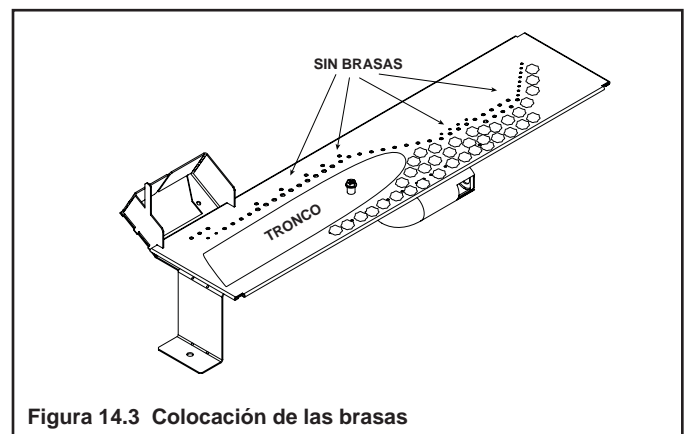

Figura 14.3 Colocación de las brasas
- Cuando coloque las brasas Glowing® sobre el quemador, no cubra los hoyos. Sólo coloque trocitos de brasas (del tamaño de una moneda de diez centavos) en frente del pasaje de los hoyos pero no sobre o en medio de ellos (vea la figura 14.3). No seguir este procedimiento puede causar problemas de encendido y de acumulación de hollín.